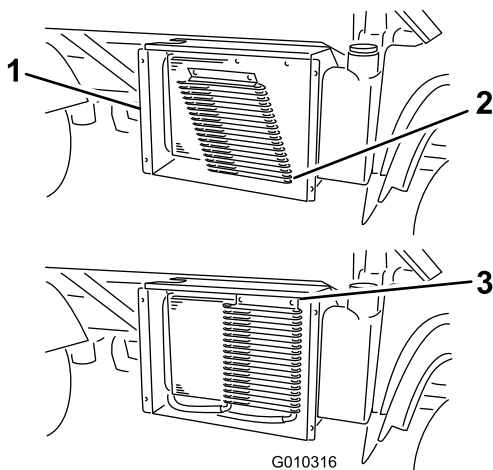

图 53
6. 如配备请旋转门锁并转动油冷却器使其远离散热器图 53。